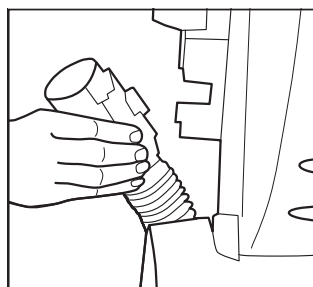

Fig. 1
2. Pressez les languettes des deux côtés du port de nettoyage rapide et retirez-le de l'aspirateur (Fig. 1).